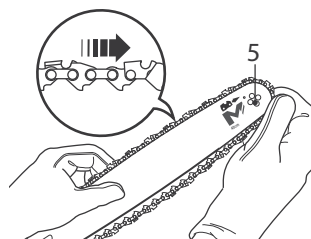

Fig. 6
- > Enfilez la chaîne dans la rainure autour du guide-chaîne (Fig. 6).